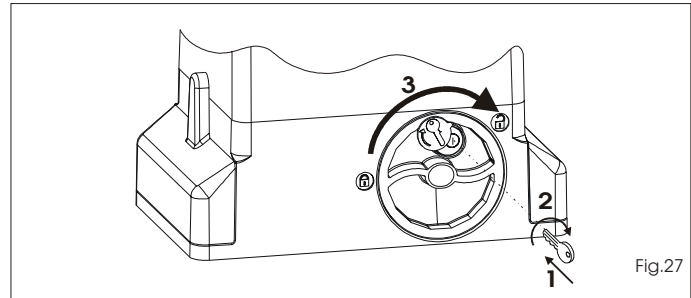

Fig.27
- Steek de bijgeleverde sleutel erin en draai hem met de klok mee zoals aangegeven op Fig.27 ref.1 en 2.
- Draai het ontgrendelsysteem met de klok mee tot de mechanische aanslag, Fig.27 ref.3.